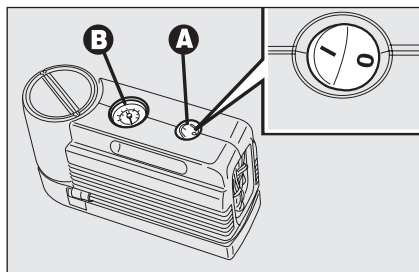
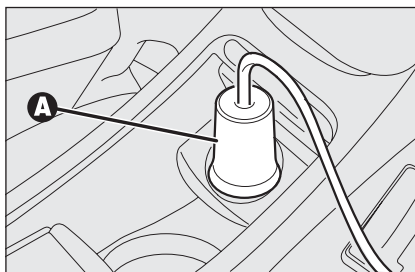

fig. 19
fig. 20
- ☐ assicurarsi che l'interruttore **A-fig. 19** del compressore sia in posizione **0** (spento), avviare il motore, inserire la spina **A-fig. 20** nella presa di corrente/accendisigari sul tunnel anteriore e azionare il compressore portando l'interruttore **A-fig. 19** in posizione **I** (acceso);
- ☐ gonfiare il pneumatico alla pressione prescritta nel paragrafo "Ruote" nel capitolo "Dati tecnici". Per ottenere una lettura più precisa si consiglia di verificare il valore della pressione sul manometro **B-fig. 19** con il compressore spento;